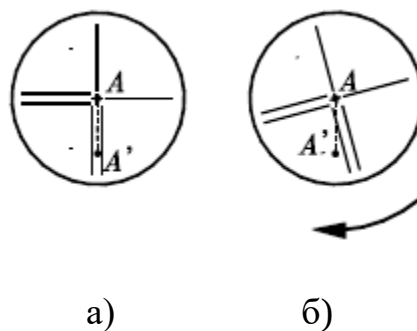

Рисунок 4.7 – Перевірка сітки ниток
– якщо точка не відхилюється від вертикальної нитки, вертикальна нитка сітки ниток перпендикулярна горизонтальній осі приладу (рис. 4.7, а), юстирування не потрібне;
– якщо точка *A* відхиляється від вертикальної нитки (рис. 4.7, б), то необхідне юстирування сітки ниток;